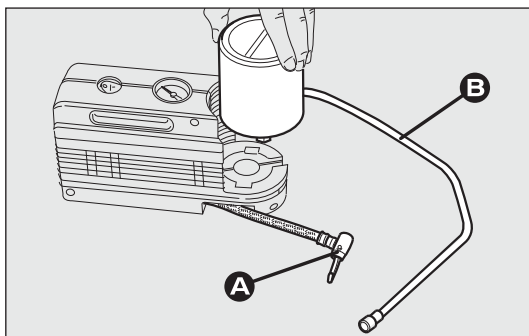

fig. 134
- ☐ débrancher le raccord A-fig. 134 ;